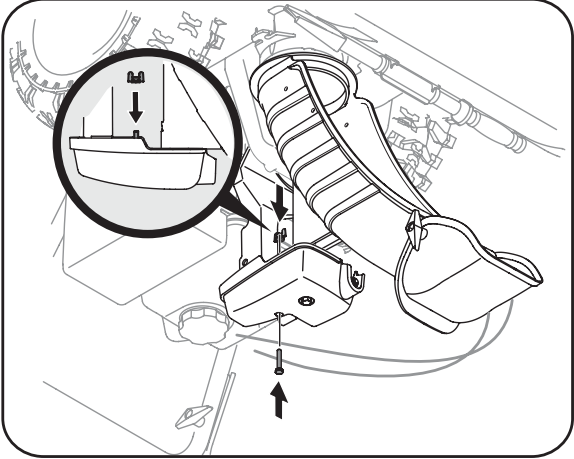

Figure 3-4
- Continuez l'installation de la goulotte sur son support avec l'écrou à oreilles et la vis hex. retirés plus tôt. Voir la Figure 3-4.